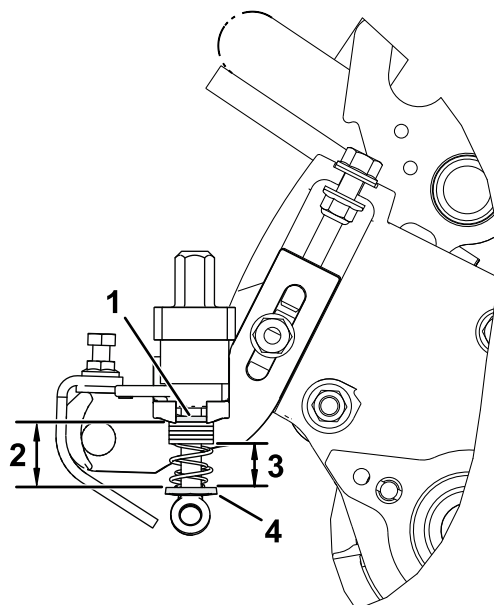

Figura 26
4. Meça a distância entre as anilhas (comprimento da mola atual) como se mostra na Figura 26.